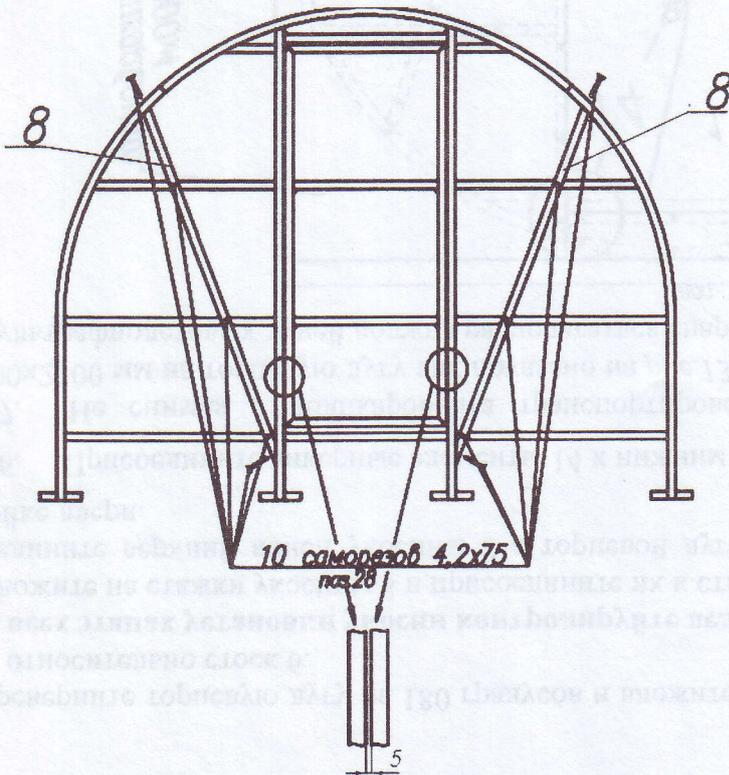

Рис. 12
3.15. Установите укосины торцевых дуг 8 (рис.12) в следующей последовательности.